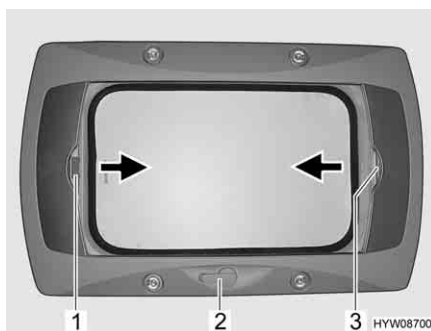

Fig. 56 Oblò a manovella
- Ruotare la manovella (Fig. 56,2) fino a quando non si incontra resistenza.
- Tirare la tendina oscurante pieghevole per la maniglia (Fig. 56,3) nella direzione della freccia fino alla posizione desiderata e rilasciare. La tendina oscurante pieghevole rimane in questa posizione.
- Tirare la zanzariera a rullo per la maniglia (Fig. 56,1) nella direzione della freccia verso la maniglia contrapposta della tendina oscurante pieghevole (Fig. 56,3) e farla innestare.
- Tirare la maniglia della zanzariera a rullo (Fig. 56,1) dietro, verso l'alto, e sganciare la zanzariera a rullo dalla tendina oscurante pieghevole (Fig. 56,3).